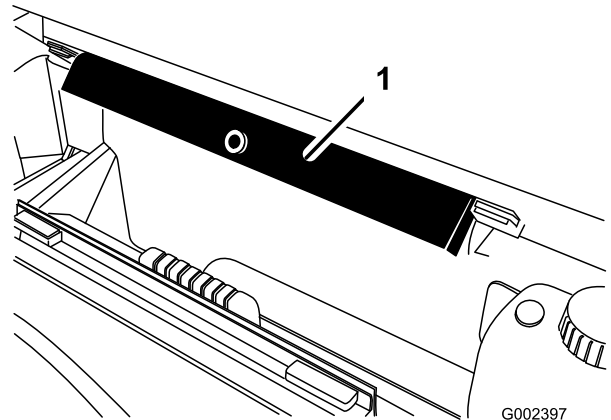

Bild 99
8. Nehmen Sie die Ladepritschenstütze aus den Einlagerungshalterungen hinten an der Überrollschutzplatte (Bild 99).